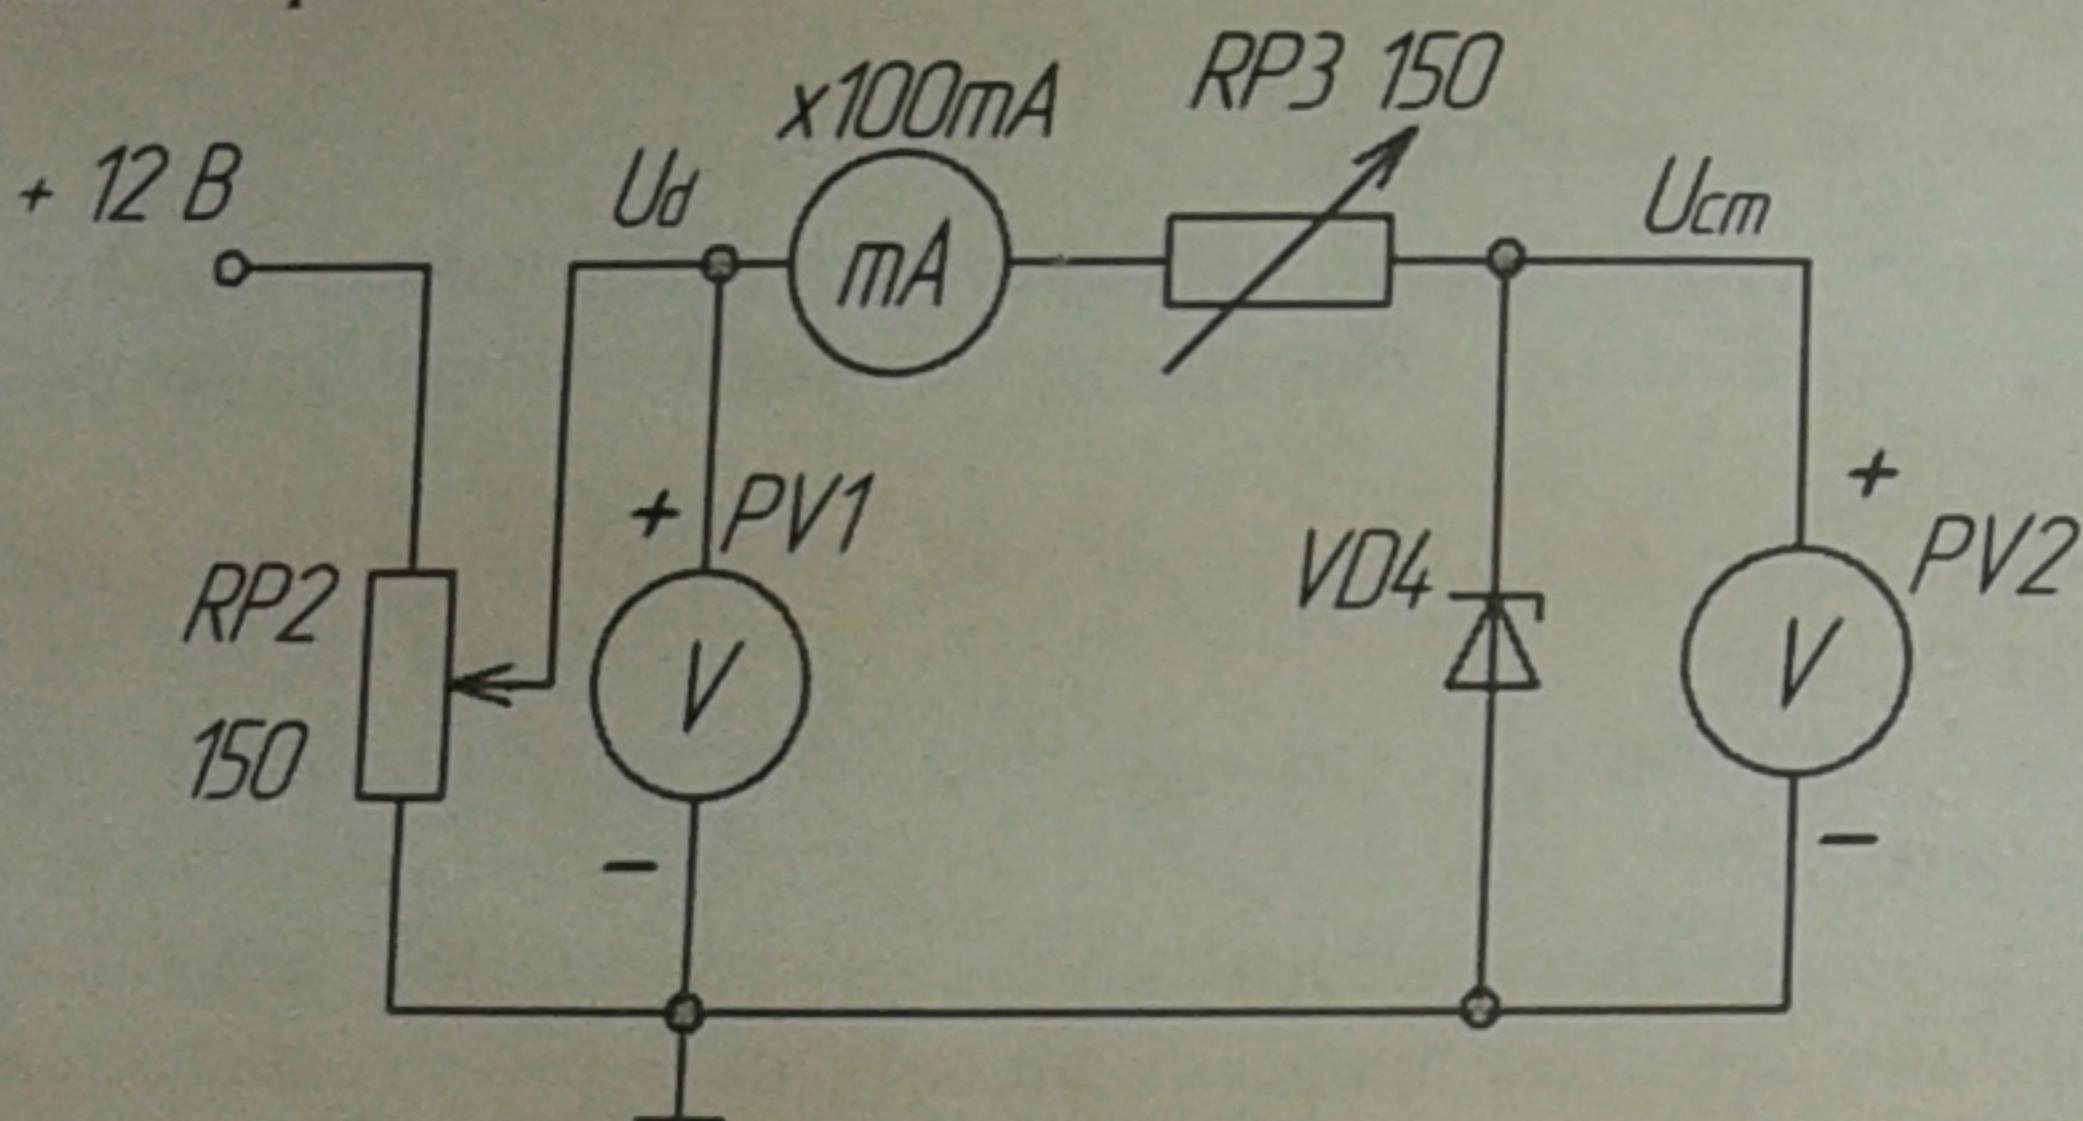

Рис. 1
- собрать схему параметрического стабилизатора напряжения (рис. 1). Для измерения анодного тока включить миллиамперметр постоянного тока РА на пределе 100 мА. Для измерения напряжений на входе и выходе стабилизатора включить мультиметры PV1, PV2.